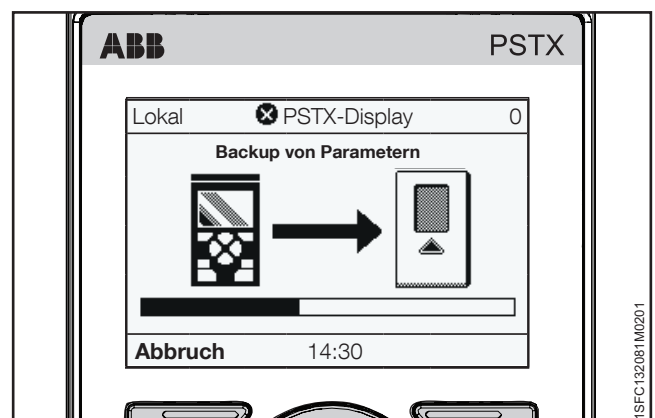

Abbildung 6.26
4. Drücken Sie auf „Auswählen“, um die Parameter hochzuladen. Siehe dazu **Abbildung 6.26**.